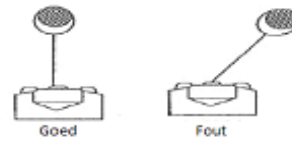

Figure 2
5. **Voorkom dat de lier continue vanuit extreme hoeken trekt** aangezien hierdoor de kabel in de lier kan vastlopen en schade kan veroorzaken aan de kabel of de lier zelf (fig. 2).